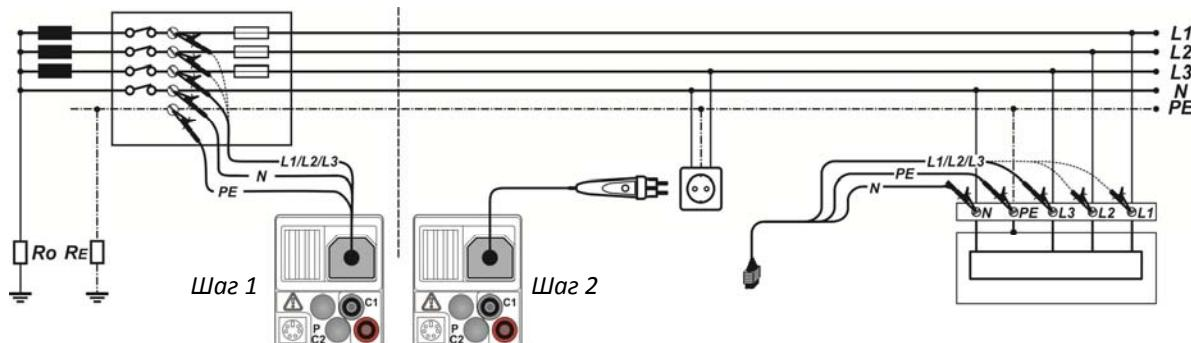

Рисунок 6.4: Настройка автоматической последовательности
Подключите испытательную проводу (выводы) к входу электрической установки (см. Рисунок 6.4: Настройка автоматической последовательности
- **Подключите** измерительную проводку (выводы) к тестируемому элементу (см. Рисунок 6.4: Настройка автоматической последовательности